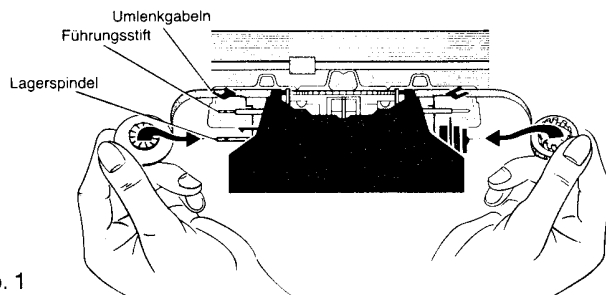

Abb. 1
2. Drehen Sie die Handflächen nach oben, so dass die Transportzähne der Spulen ebenfalls nach oben zeigen (Abb. 1).
3. Führen Sie das gestraffte Band in Höhe der beiden Umlenkabeln zwischen Farbband und Zeilenrichter in die Maschine ein (Abb. 1).
5. Drehen Sie den Zahnkranz der linken Spule zur Lagerspindel (linker Pfeil in Abb. 1). Führen Sie das Band über den Führungsstift (Abb. 1) und setzen Sie die Spule auf die Spindel. Drücken Sie die Spule an, bis sie einrastet.
6. Drehen Sie die rechte Spule so, dass die Transportzähne zur Lagerspindel zeigen (rechter Pfeil in Abb. 1). Führen Sie das Band über den Führungsstift und drücken Sie die Spule auf die Lagerspindel bis sie einrastet.